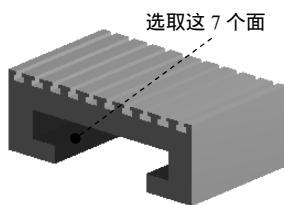

图 7.6.19 定义目标面
(2) 定义目标面。单击以激活 **Target** 后的文本框，选取图 7.6.19 所示的模型表面为目标面（7